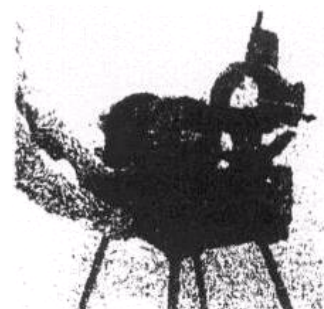

рис.5
- б) После этого производят включение электродвигателя и прижимают внутреннюю фрезу к трубе, чтобы добиться удаления грата до необходимой степени (рис. 5).